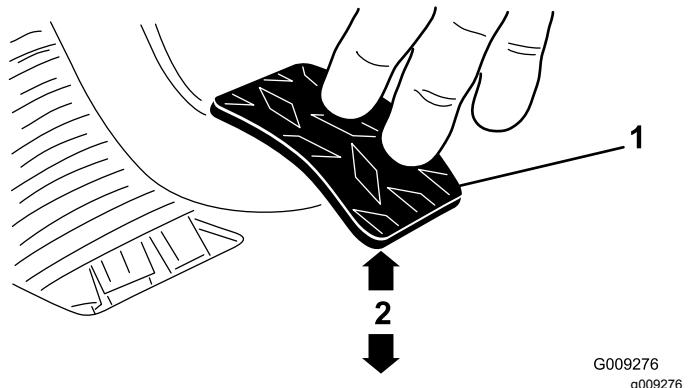

Figura 57
3. Ajuste las contratueras o la articulación esférica hasta que el borde trasero del pedal del embrague esté a 9.2 mm – 9.8 cm (3 $\frac{5}{8}$ " – 3 $\frac{7}{8}$ ") del borde superior del dibujo a rombos de la chapa de suelo al aplicar una fuerza de 1.8 kg (4 libras) al pedal (Figura 57).